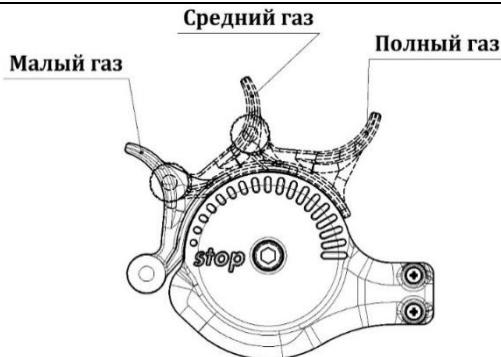

Рисунок 5 – Акселератор (рычаг газа)
Акселератор (рисунок 5) крепится на правой ручке руля мотоблока и при помощи троса соединяется с ручкой газа, установленной на двигателе.
6.2.8 Для остановки двигателя передвиньте рычаг акселератора в положение «Малый газ» (рисунок 5) и поверните выключатель на двигателе в положение «OFF».